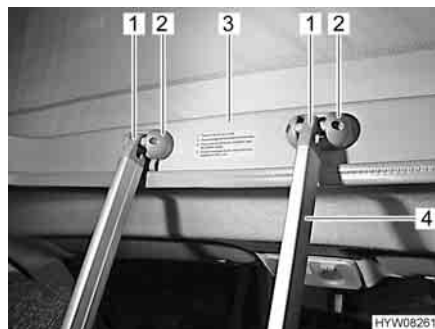

Fig. 56 Scaletta di accesso
Per accedere al letto sul tetto a soffietto utilizzare sempre la scaletta di accesso (Fig. 56,4) montata di serie.
- Agganciare la scaletta con i due archetti (Fig. 56,1) nelle graffe (Fig. 56,2) del telaio (Fig. 56,3) del tetto a soffietto.